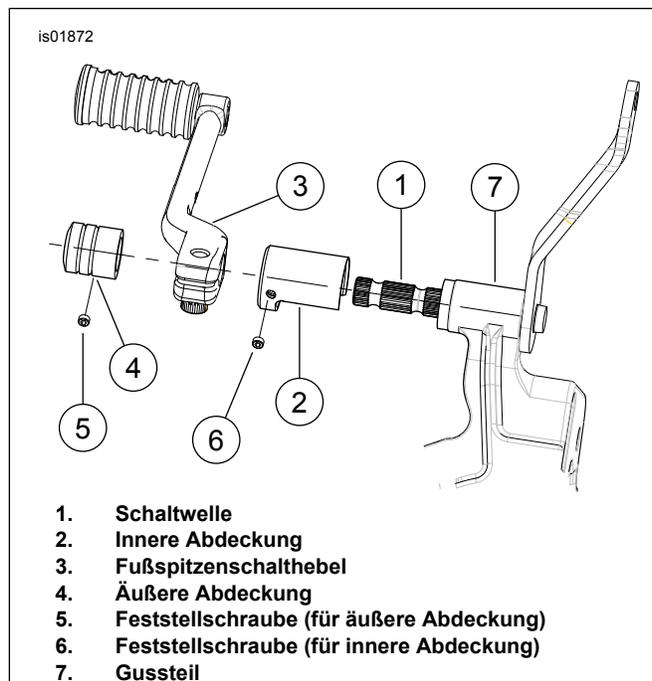

Abbildung 1. Schaltwellenabdeckungen
1. Siehe Abbildung 1. Den originalen Fersen-/Fußspitzenschalthebel (3) von der Schaltwelle (1) abbauen.
2. Die Feststellschraube (6) in die innere Gangschaltwellenabdeckung (2) einbauen.
3. Die innere Gangschaltwellenabdeckung mit eingebauter Feststellschraube über dem Gussteil (7) an die Schaltwelle (1) anbauen.
6. Die Feststellschraube (5) in die äußere Schaltwellenabdeckung (4) einbauen.
7. Die äußere Schaltwellenabdeckung mit eingebauter Feststellschraube über dem Ende der Gangschaltwelle (1) einbauen.